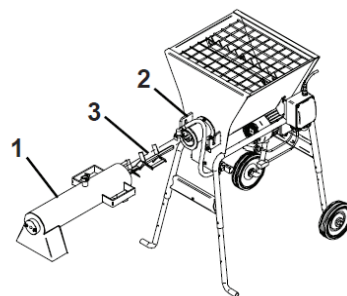

FIG. 4
Para facilitar el transporte, la máquina puede desarmarse como se indica en la fig. 4.
14. LIMPIEZA Y PARADA DEL MEZCLADOR (fig. 4)